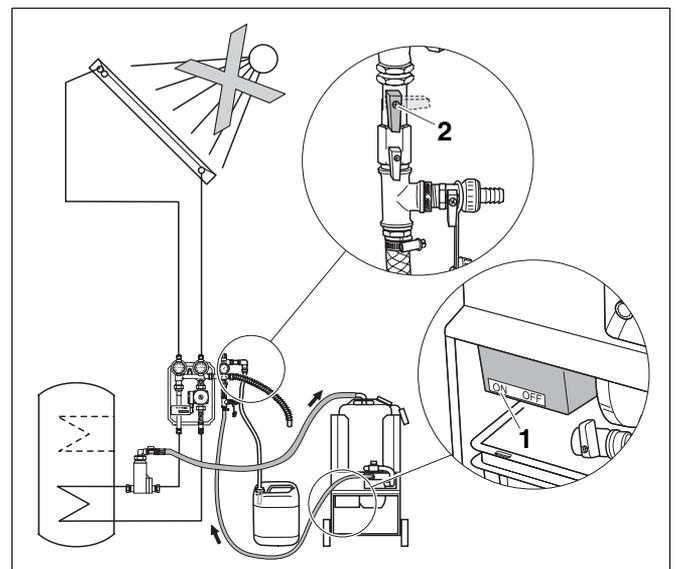

Abb. 17 Befüllpumpe einschalten und FE-Hahn an der Sicherheitsgruppe langsam öffnen
- Schalten Sie die Befüllpumpe der Befüllstation ein (Abb. 17, **Pos. 1**) und öffnen Sie langsam den FE-Hahn (Abb. 17, **Pos. 2**) der Sicherheitsgruppe.